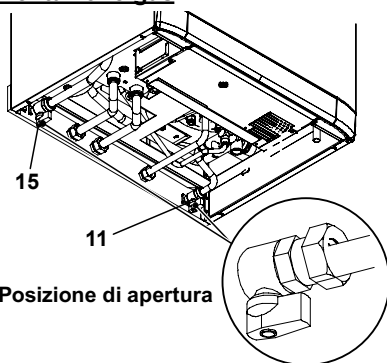

Figura 6.1
- Aprire il rubinetto del contatore gas e quello della caldaia 15 in Figura 6.1.
- Aprire il rubinetto 11 in Figura 6.1